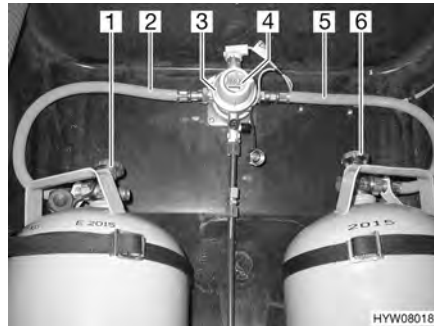
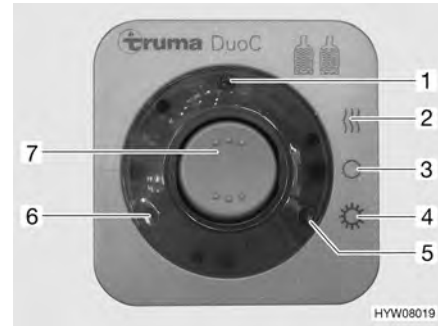

Fig. 129 Instalación de conmutación DuoControl
Fig. 130 Unidad de mando
La instalación de conmutación DuoControl se compone de una válvula selectora (Fig. 129,3) y la unidad de mando (Fig. 130). La válvula selectora está montada entre las gomas del gas (Fig. 129,2 y 5). Con el botón giratorio (Fig. 129,4) en la válvula selectora se puede determinar cuál de las bombonas de gas se utilizará como bombona de servicio y cuál bombona de gas como bombona de reserva.
En la unidad de mando (Fig. 130) únicamente pueden conmutarse las funciones eléctricas. Las llaves de paso principales de las bombonas de gas (Fig. 129,1 y 6) deben abrirse a mano.
La válvula selectora garantiza una presión de gas constante independientemente de cuál sea la bombona de gas que suministre el gas. Las dos luces de control en la unidad de mando indican el nivel de llenado de la bombona de servicio. Al estar encendida la luz de control verde (Fig. 130,6), estará llena la bombona de servicio. Al estar encendida la luz de control roja (Fig. 130,5), estará vacía la bombona de servicio. Entonces, el suministro de gas se realizará a través de la bombona de reserva.
- Abrir las llaves de paso principales en las bombonas de gas (Fig. 129,1 y 6).
- Con el botón giratorio (Fig. 129,4) en la válvula selectora (Fig. 129,3), seleccionar la bombona de gas de la que habrá de tomarse el gas principalmente (bombona de servicio). Girar el botón giratorio siempre hasta el tope.
- Conectar la instalación de conmutación DuoControl en la unidad de mando (Fig. 130). Para ello, ajustar el interruptor basculante (Fig. 130,7) en modo de invierno "On y calentar" (Fig. 130,2) o en modo de verano "On" (Fig. 130,4). Ahora, estará purgada de aire la válvula selectora. La luz de control amarilla (Fig. 130,1) estará encendida al haber seleccionado el modo de invierno y estando conectado el deshelador de regulador.
- Poner el interruptor basculante (Fig. 130,7) en "O" (Fig. 130,3). La luz de control amarilla (Fig. 130,1) se apaga.
- Cerrar las llaves de paso principales en las bombonas de gas (Fig. 129,1 y 6).
**Indicación a distancia** Las luces de control en la unidad de mando (Fig. 130,5 y 6) señalizan en el interior del vehículo si la bombona de servicio está dispuesta para el funcionamiento.
**Cambio de bombonas de gas** En caso de que luz de control verde (Fig. 130,6) se apague durante el servicio y se encienda la luz de control roja (Fig. 130,5), estará vacía la bombona de gas seleccionada como bombona de servicio y deberá ser cambiada. La bombona de reserva seguirá suministrando gas a los consumidores de gas.